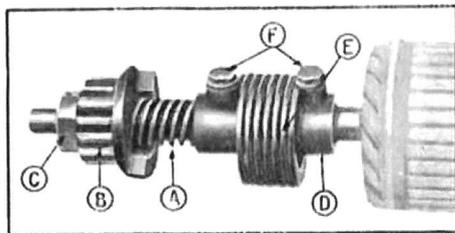

Fig. 348. — Ensemble du bendix.
- 21—Monter et fixer le bendix sur l'arbre du démarreur avec la vis spéciale et freiner la tête de cette vis avec un arrêtoir (fig. 348).